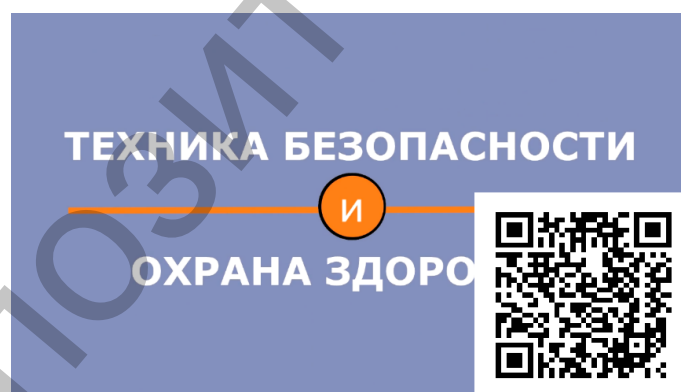

Рис. 23. Техника безопасности при работах в траншеях
1. **Требования безопасности при проведении земляных работ** отражены в ролике (рис. 23)